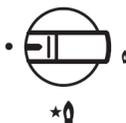

Abb. 8
- Um die Kochplatte anzuschalten, drücken Sie den entsprechenden Bedientaste und drehen Sie diesen gegen den Uhrzeigersinn auf das große Flammensymbol (Abb. 8).